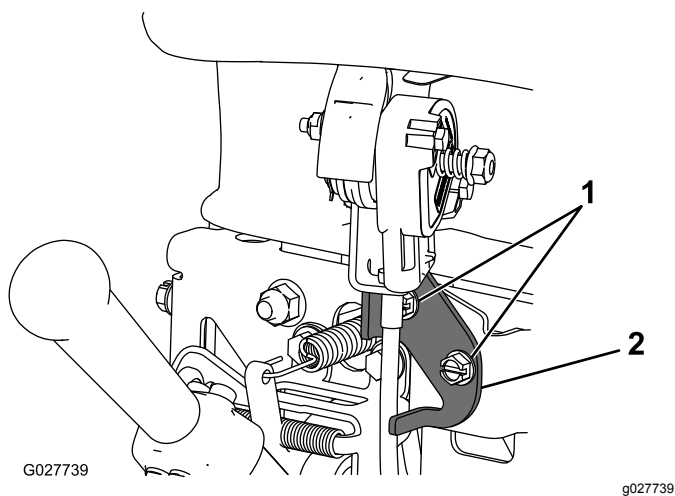

Figura 33
2. Desaperte os dois dispositivos de fixação que prendem a alavanca do acelerador (**Figura 33**).